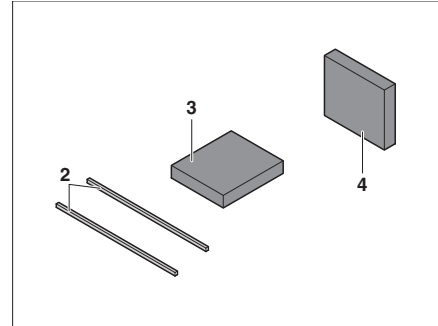

Bild 117 Zusatzpolster
- Zusatzpolster (Bild 117,3) auf die Sitzbankverlängerung auflegen.
- Zusatzpolster (Bild 117,4) als Rückenlehne einsetzen.